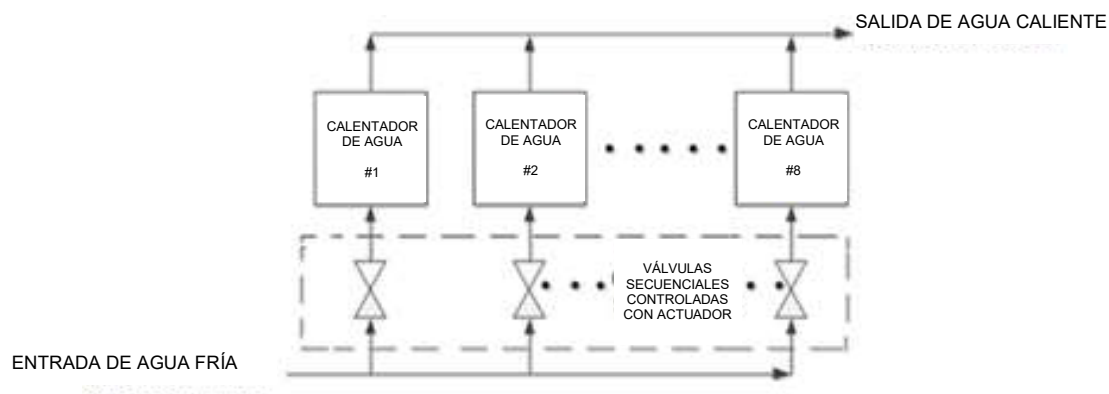

Figura 8-1: Diagrama de bloque simplificado - Gestión de Calentadores de Agua (Water Heater Management, WHM)
El sistema Integrado de Gestión de Calentadores de Agua II (On-Board-Water-Heater Management system II, WHM II) es una característica incluida en el Controlador C-More, diseñada para graduar y coordinar varios calentadores de agua Innovation de AERCO, al tiempo que se maximiza la eficiencia operativa. El código de software de WHM se encuentra en cada Controlador C-More que es parte del sistema. El WHM II puede controlar hasta (8) calentadores de agua en paralelo. Cada calentador de agua que controla el WHM debe estar equipado con una Válvula Secuencial Controlada con Actuador (N/P **92123**). Estas válvulas se instalan en la entrada de agua fría de cada calentador de agua que controla el WHM (ver Figura 8-1).
El Sistema de Gestión de Calentadores de Agua (WHM) del Controlador C-More está diseñado para garantizar que todos los calentadores en el sistema operen a su máxima eficiencia. Esto se logra monitoreando la posición de la Válvula de Aire-Combustible de todos los calentadores que tienen la válvula secuencial abierta. Las unidades con la válvula secuencial abierta se consideran unidades habilitadas. Las unidades con la válvula secuencial cerrada se consideran unidades deshabilitadas. Las unidades no disponibles para ponerse en funcionamiento debido a alguna falla o a la intervención del usuario se consideran desconectadas. Cuando la demanda de agua caliente es mínima o no hay demanda, la válvula secuencial de una unidad estará abierta. Conforme aumenta la demanda de un sistema, el WHM abrirá las válvulas secuenciales en otros calentadores. La Figura 8-1 a continuación muestra un esquema de bloques simplificado de varios Calentadores de Agua conectados a un WHM.